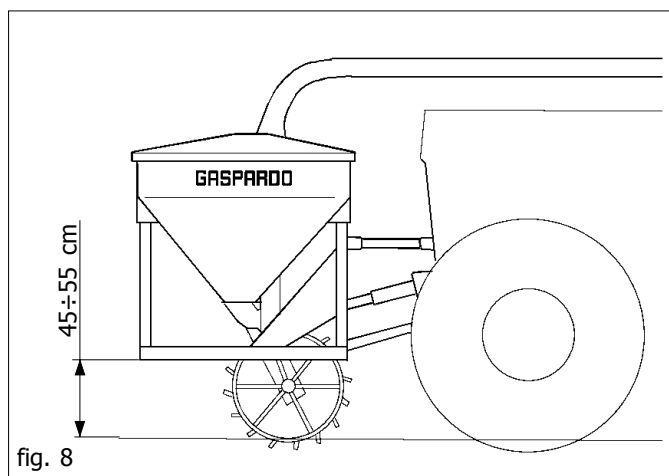

fig. 8
- 9) Sollevare l'attrezzatura anteriore, rimuovere i piedi di appoggio. Per garantire la rotazione della ruota di trasmissione, regolare l'altezza dal suolo dell'attrezzatura in posizione di lavoro (45÷55 cm Fig. 8). Questa distanza deve essere mantenuta costante durante il lavoro.